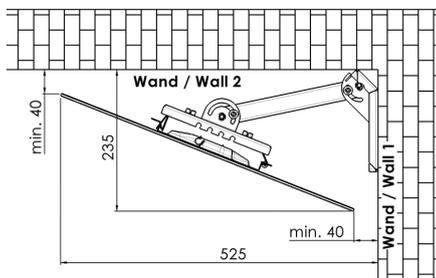

Abb. 1
1. Montageoption Ecke und Wand vertikal (Abb. 1)